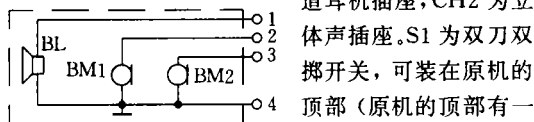

图 3
3. 电话手柄的改装,电路见图 3 所示。把电话手柄的送话器取下,装上两个驻极体话筒,受话器不必改动。手柄连接用的 4 芯连线仍可利用。